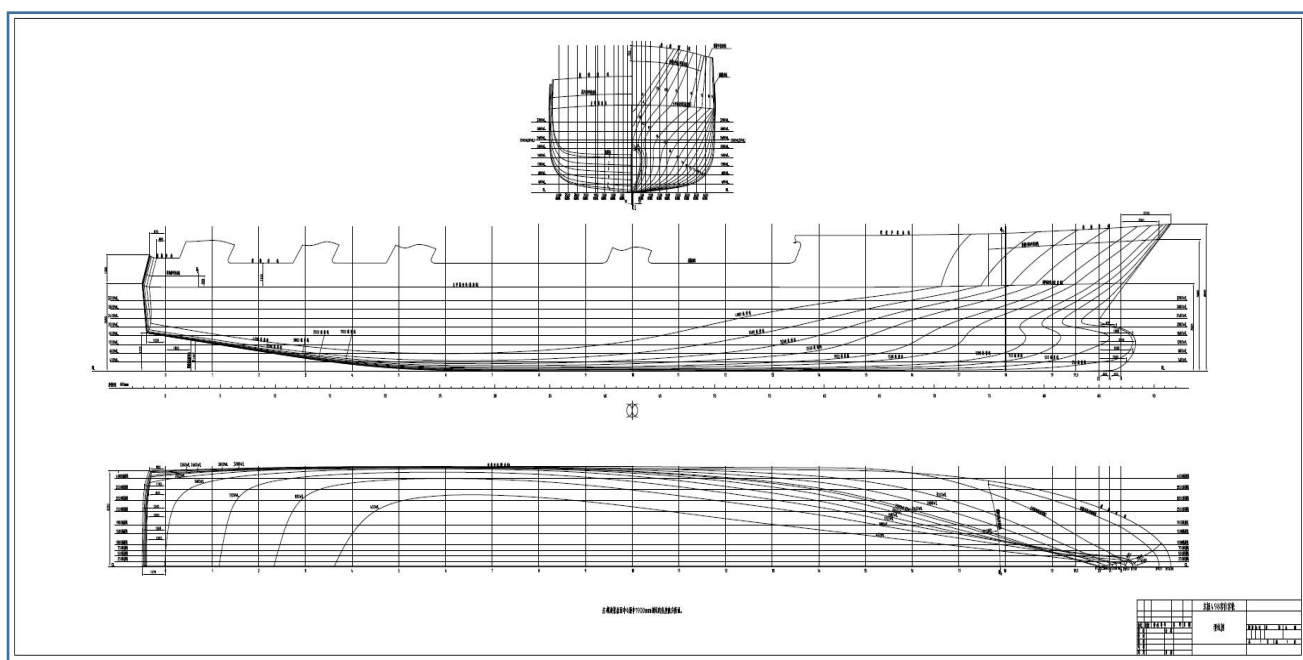

图 H1-1 型线图
(1) 根据 H1-1 图纸绘制肋骨基线与中心线, 给出基线中心线符号;
(2) 根据图 H1-1 图纸绘制水线、纵剖线网格, 给出网格线说明文字;
- (3) 使用样条确认 FR4 肋位各水线半宽值、纵剖线高度值；
- (4) 使用样条绘制肋骨型线；
- (5) 标注肋骨线肋位号；
- (6) 依据 H1-2 基本结构图 (1) (2)、H1-3 典型横剖面图、H1-4 典型横剖面图绘制 FR4 肋位横剖面结构；
- (7) 要求标注结构尺寸；
- (8) 要求标注结构间距；
- (9) 要求表达结构方向、投影关系。
- (1) 根据 H1-1 图纸绘制肋骨基线与中心线，给出基线中心线符号；
- (2) 根据图 H1-1 图纸绘制水线、纵剖线网格，给出网格线说明文字；
- (3) 使用样条确认 FR5 肋位各水线半宽值、纵剖线高度值；
- (10) (6) 依据 H1-2 基本结构图 (1) (2)、H1-3 典型横剖面图、H1-4 典型横剖面图绘制 FR5 肋位横剖面结构；
- (3) 使用样条确认 FR6 肋位各水线半宽值、纵剖线高度值；
- (11) (6) 依据 H1-2 基本结构图 (1) (2)、H1-3 典型横剖面图、H1-4 典型横剖面图绘制 FR6 肋位横剖面结构；
- (3) 使用样条确认 FR13 肋位各水线半宽值、纵剖线高度值；
- (12) (6) 依据 H1-2 基本结构图 (1) (2)、H1-3 典型横剖面图、H1-4 典型横剖面图绘制 FR13 肋位横剖面结构；
- (3) 使用样条确认 FR14 肋位各水线半宽值、纵剖线高度值；
- (6) 依据 H1-2 基本结构图 (1) (2)、H1-3 典型横剖面图、H1-4 典型横剖面图绘制 FR14 肋位横剖面结构；